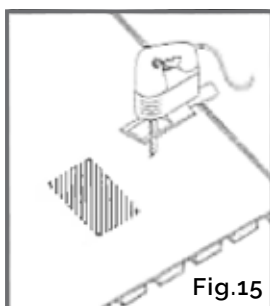

Fig.15
- Usando a serra de recortes, corte cuidadosamente as ripas de madeira dentro da área marcada. (Fig. 15)